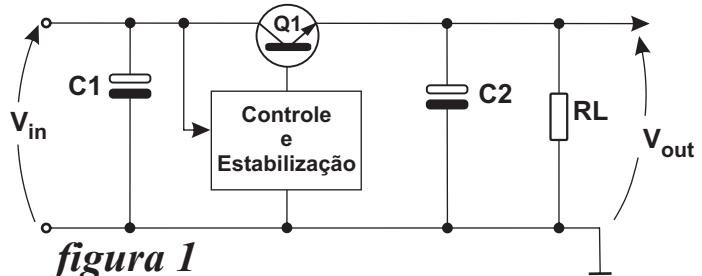

figura 1
Nos equipamentos mais antigos utilizava-se o regulador de tensão à transistor, trabalhando como um simples resistor, para conseguir o efeito de redução de tensão. A figura 1, mostra um circuito de fonte de alimentação regulada, onde temos normalmente um transistor chamado de regulador da fonte que deverá segurar parte da tensão, deixando o restante para carga (RL).